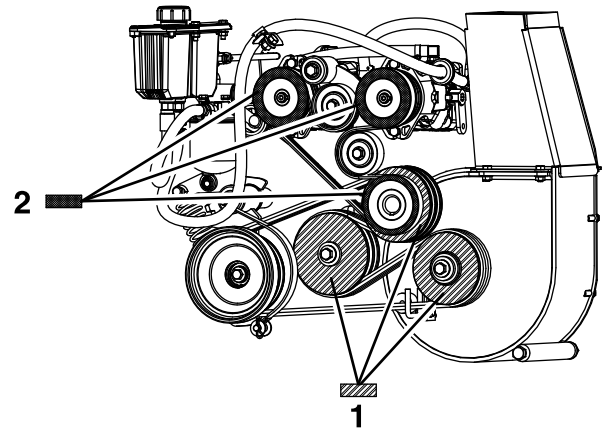

Figure 67
8. En vous servant de la poulie de ventilateur comme base de mesure, déplacez le moteur et l'arbre intermédiaire jusqu'à ce que la surface arrière des 3 poulies soit alignée à une 0,8 à 1,6 mm près (Figure 67).
4. Utilisez une règle pour aligner chaque poulie de pompe sur la poulie du moteur, en la faisant glisser sur l'arbre d'entraînement de la pompe (Figure 67).